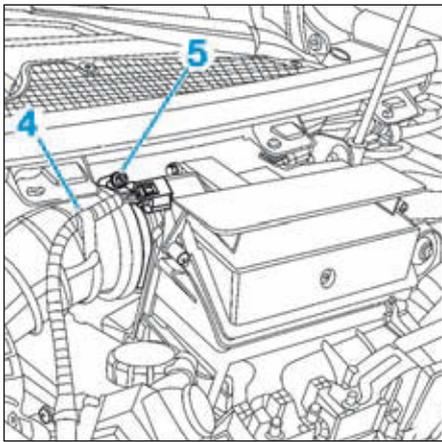

FIG.50
- Desserrer le collier (5) (Fig.50).
- Ecarter le faisceau (4).